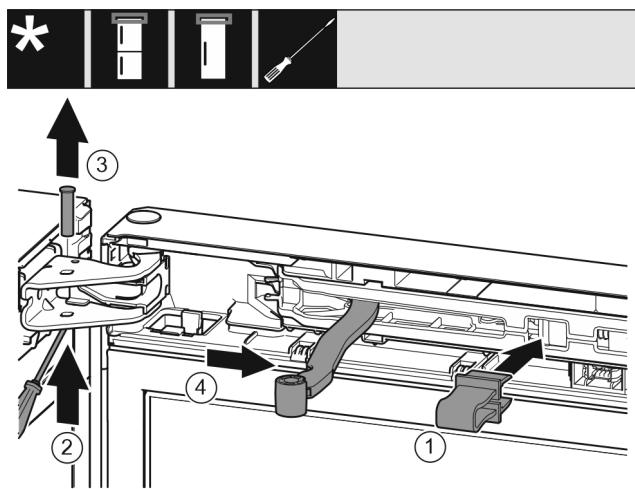

Fig. 9
- Фиксирайте предпазителя Fig. 9 (1) в отвора.
- Отвийте болта Fig. 9 (2).
- Извадете болта Fig. 9 (3) нагоре.
- Завъртете шарнира Fig. 9 (4) в посока към вратата.